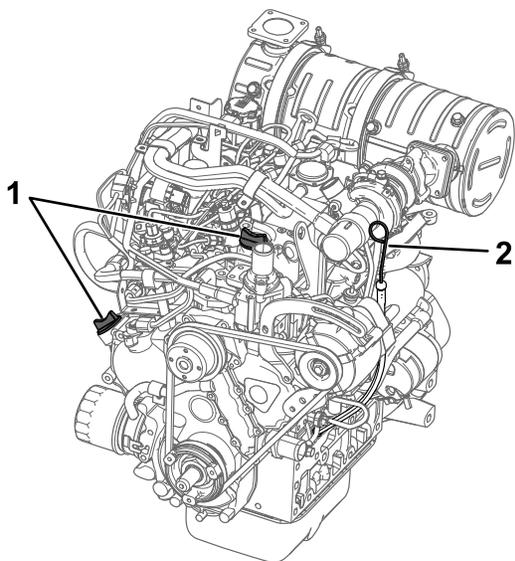

Рисунок 55
4. Очистите зону вокруг масломерного щупа и крышки маслозаливной горловины (Рисунок 55).